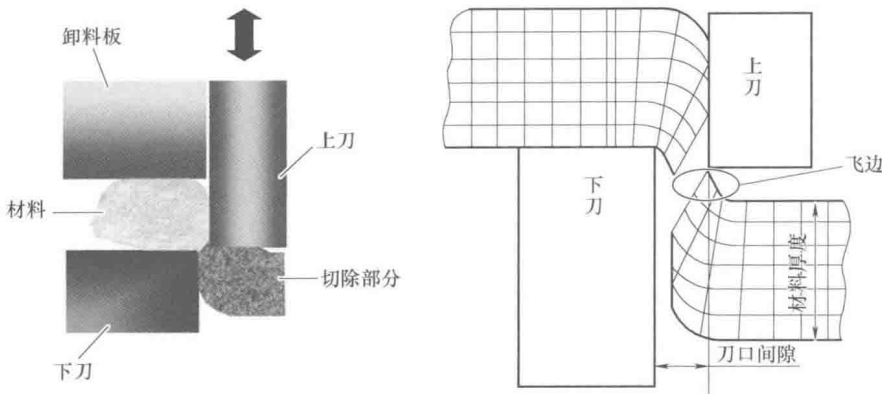
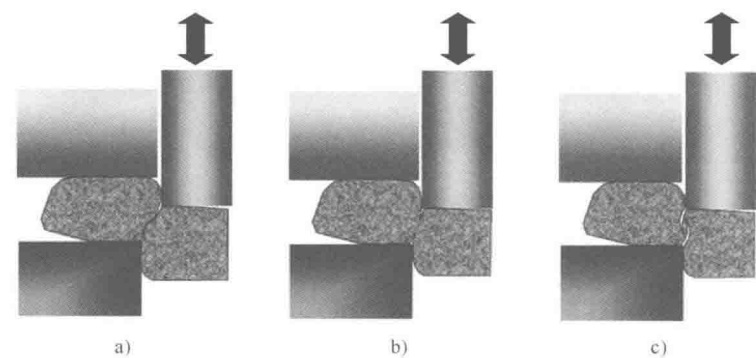

图 3-110 冲裁原理
图 3-111 不同刀口间隙的冲裁效果
1) 刀口间隙：不同的刀口间隙，冲裁出来的断面品质差异很大，为了减少毛刺飞边，刀口间隙的控制是有效手段之一。冲裁原理如图 3-110 所示，不同刀口间隙的冲裁效果有差别，如图 3-111 所示。